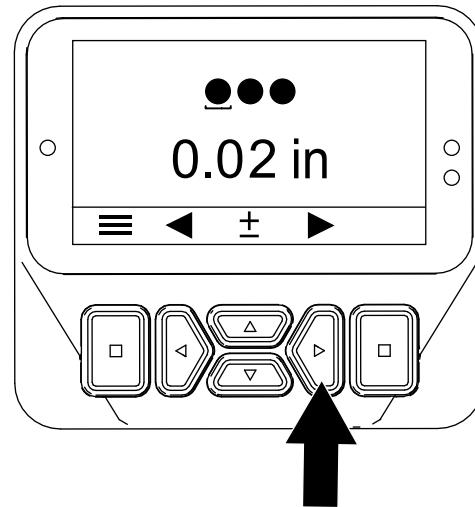

Figura 49
6. Premete il pulsante Destra per visualizzare la schermata Impostazione del diametro delle fustelle (Figura 49).